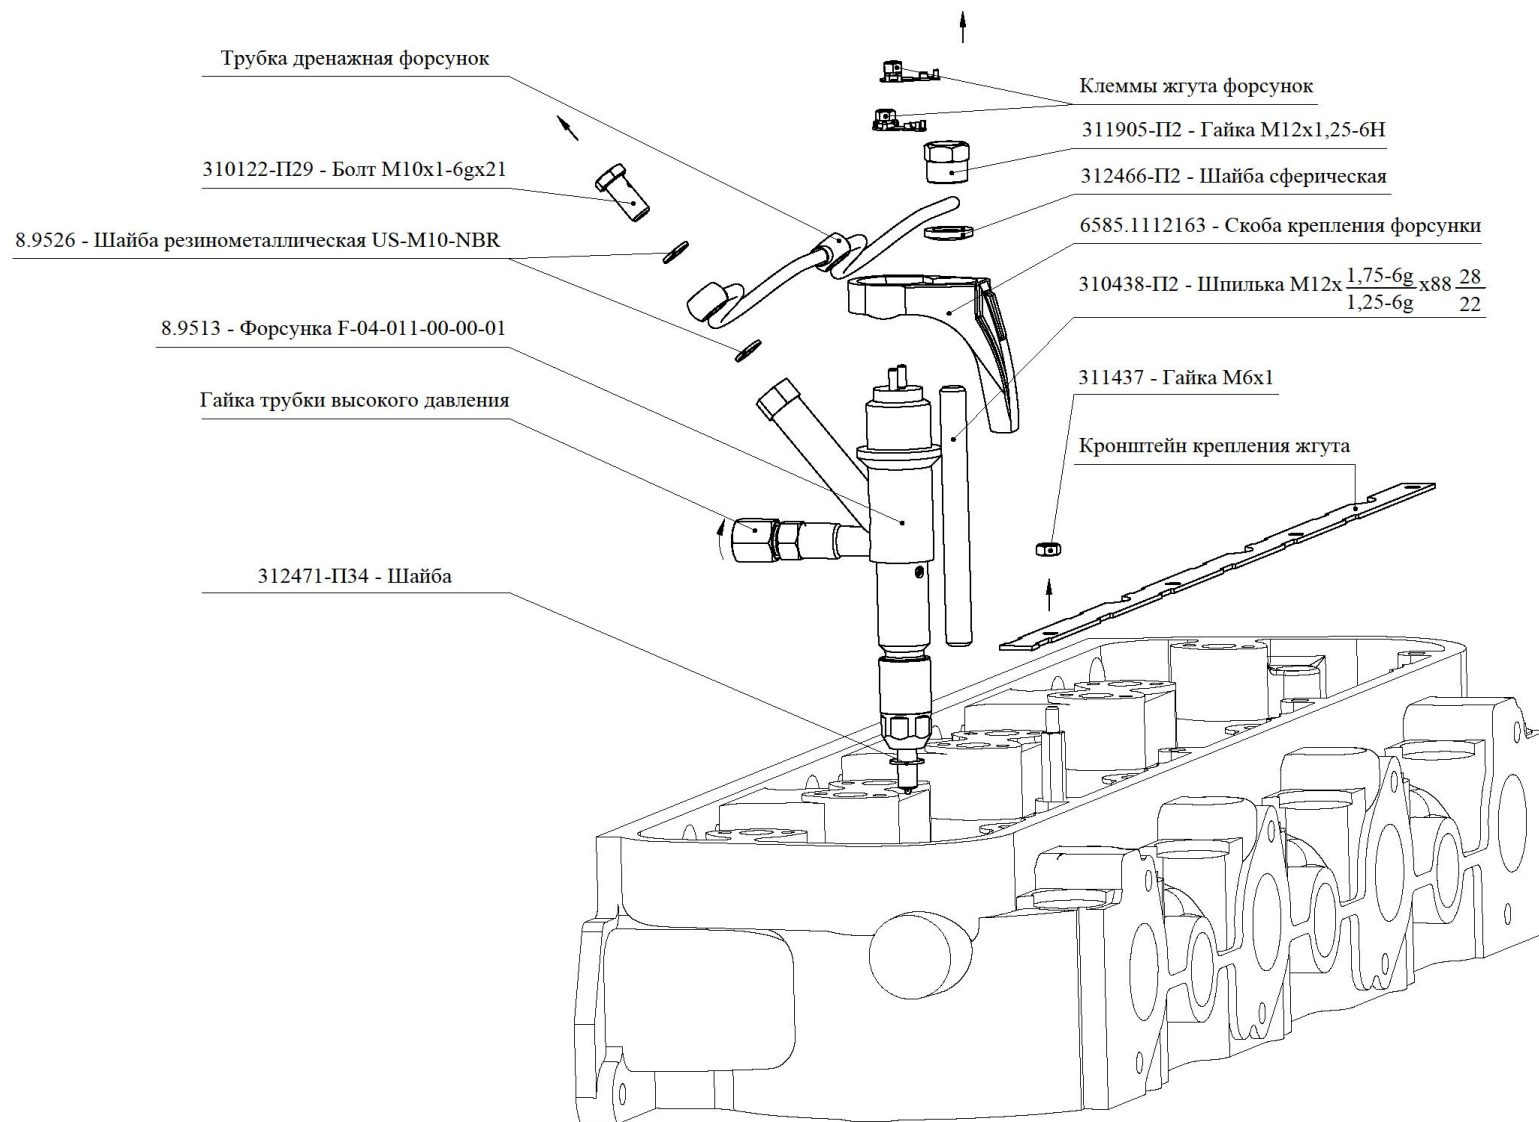

Рис. 3. Демонтаж форсунки 8.9513 (А-04-011-00-00-01).
3. Отсоединить от форсунок трубки высокого давления (Рис. 3), предварительно ослабив затяжку фланца трубки высокого давления.